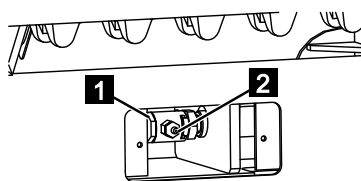

Abb. 138
5. Die Schiebekupplung (Abb.138/1) um 180° im Uhrzeigersinn drehen, bis der Schmiernippel (Abb.138/2) nach außen zeigt.
6. Mittels einer Fettpresse am Schmiernippel (Abb.138/2) so viel Mehrzweckfett hineinpressen, bis die Kette gespannt ist.